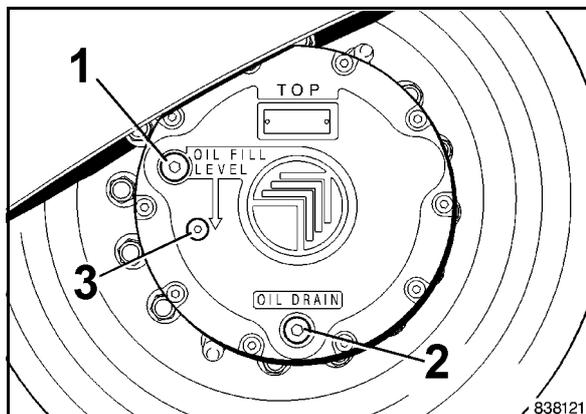

Fig. 175
- Spostare la ruota motrice in modo tale che il tappo di scarico dell'olio 2 (Fig. 175) si trovi nel punto più basso.
- Svitare il tappo di controllo (3).